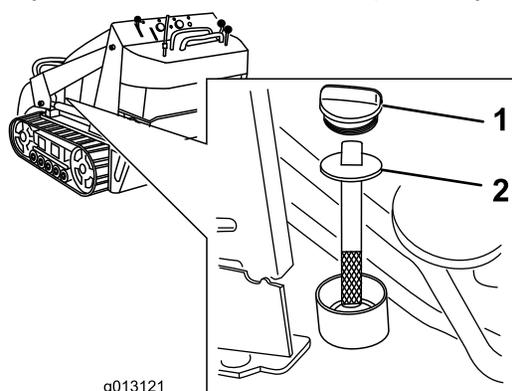

Рисунок 60
5. Очистите зону вокруг заливной горловины и крышки гидравлического бака (**Рисунок 60**).
6. Снимите крышку заливной горловины и проверьте уровень жидкости с помощью масломерного щупа (**Рисунок 60**).